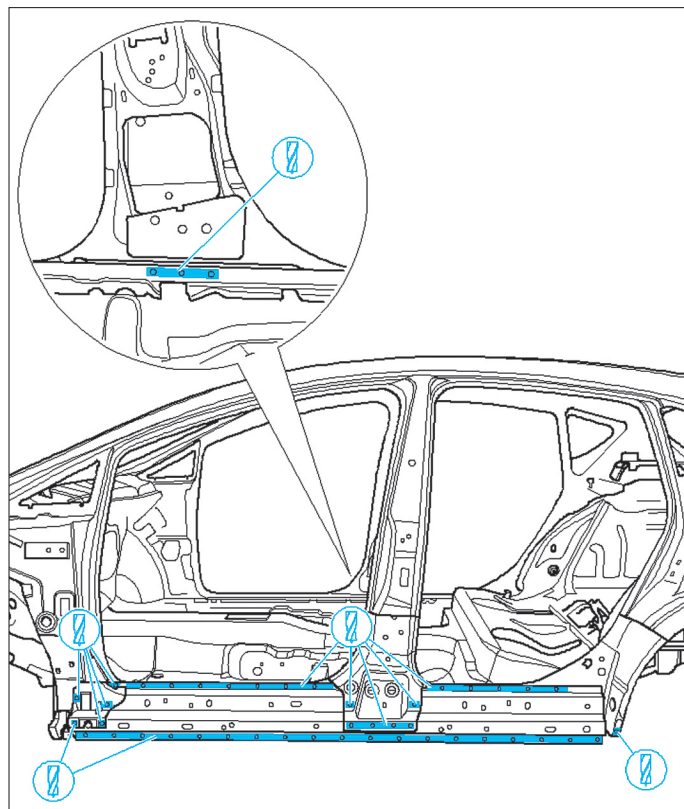

FIG. 44
- Percer et meuler les soudures de la partie extérieure du bas de caisse (Fig.44).